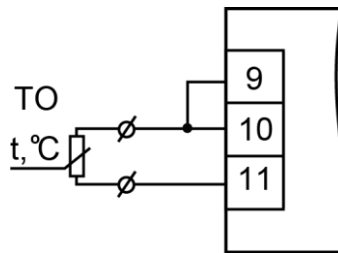

Рисунок 5.5 – Двопроводова схема підключення ТО
1. Підключити датчик за двопроводовою схемою до відповідного входу пристрою, як показано на рисунок 5.5.